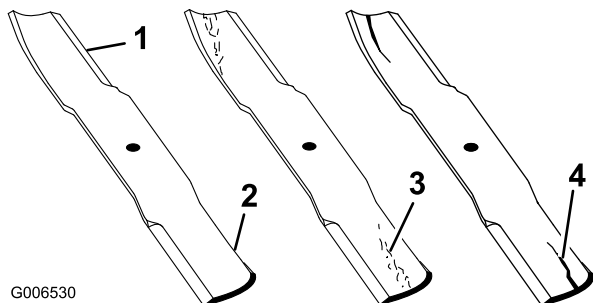

Figura 53
1. Inspeccione los filos de corte (Figura 53). Si los bordes no están afilados o tienen muescas, retire las cuchillas y afílelas. Consulte Afilado de las cuchillas.
2. Inspeccione las cuchillas, especialmente la parte curva (Figura 53). Si observa daños, desgaste o la
formación de una ranura en esta zona (Figura 53), instale inmediatamente una cuchilla nueva.